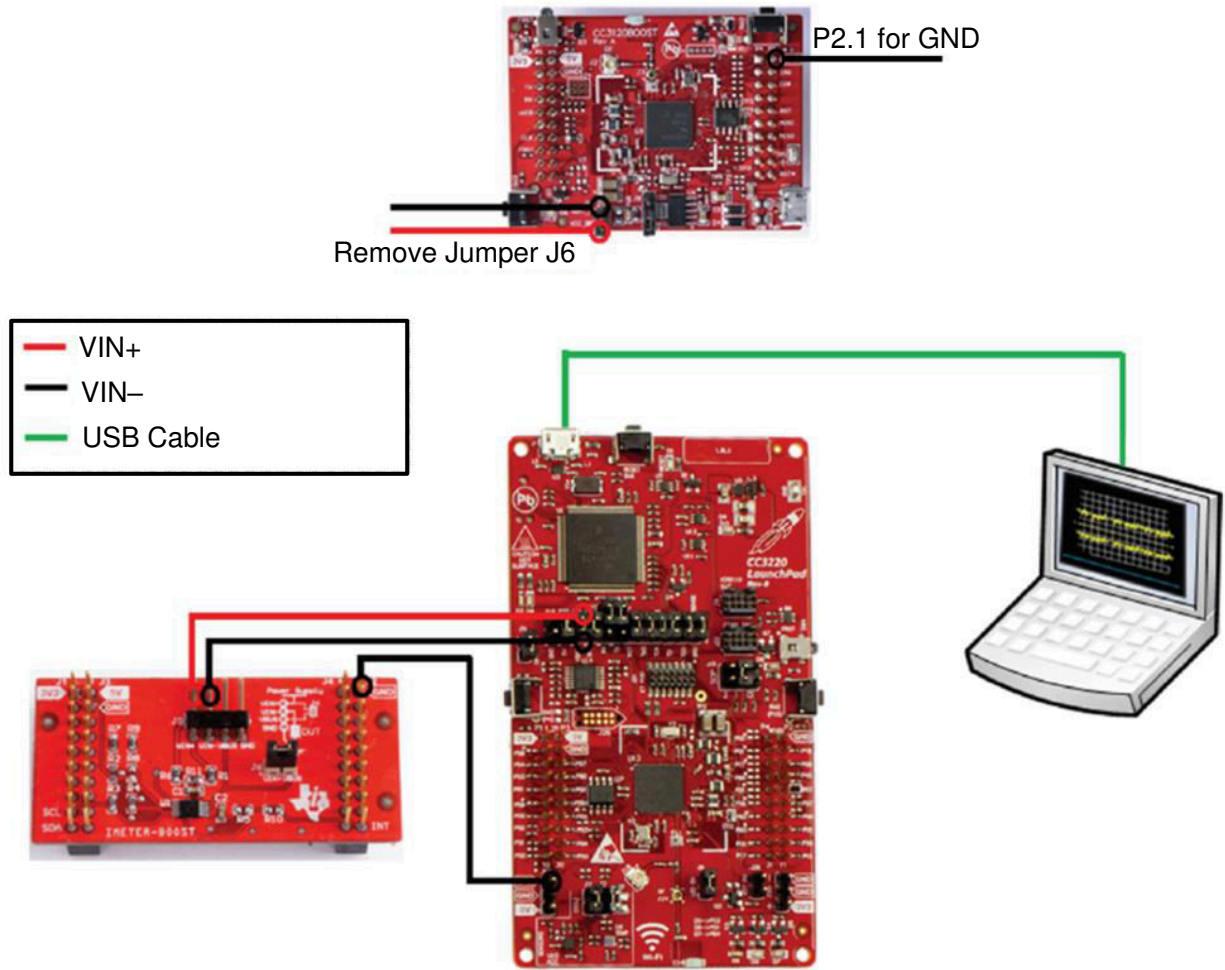

图 2-11. IMETER-BOOST 测试设置
3. 使用数据采集工具执行代码并测量电流。作为参考，图 2-11 显示了完整的概图。